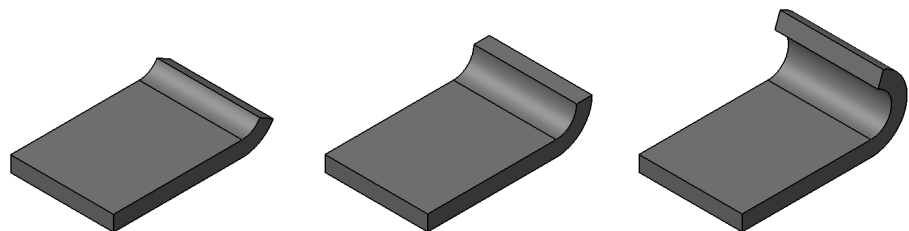

Рис. 108.11. Примеры сгибов без продолжений
- ▼ При использовании способа **Длина** возможен ввод нулевого значения длины. Это означает формирование сгиба без продолжения (рис. 108.11).